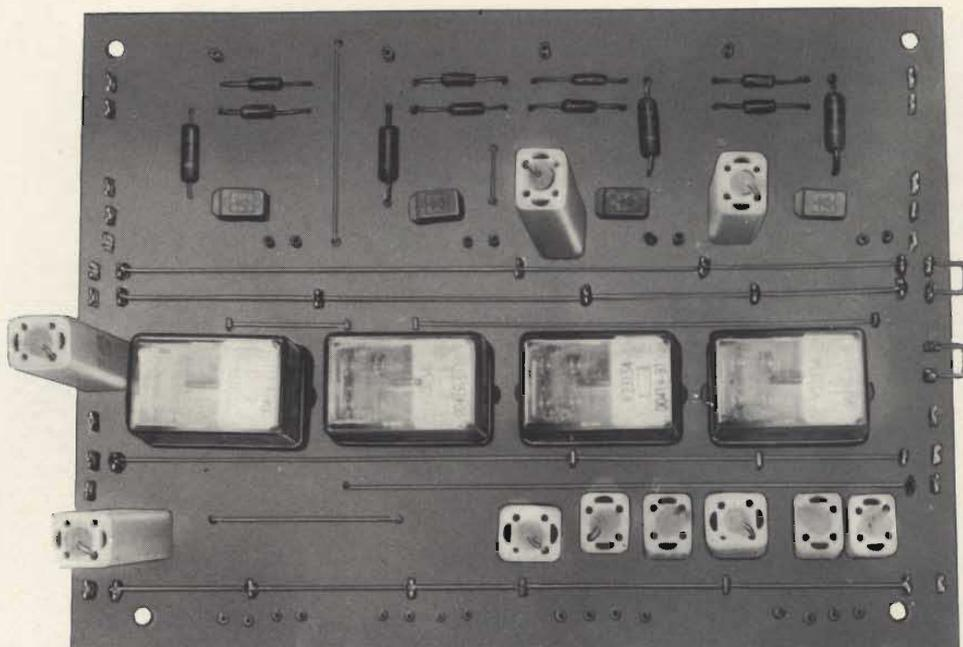

Fig. 8 - Aspetto della piastra a circuito stampato dell'UK 830 a montaggio quasi ultimato.
- Fissare e saldare, sempre sul circuito stampato, i 43 ancoraggi del tipo G.B.C. GB/0854-00, anch'essi chiaramente visibili nella riproduzione serigrafica di figura 5 e nelle figure 8 e 9.